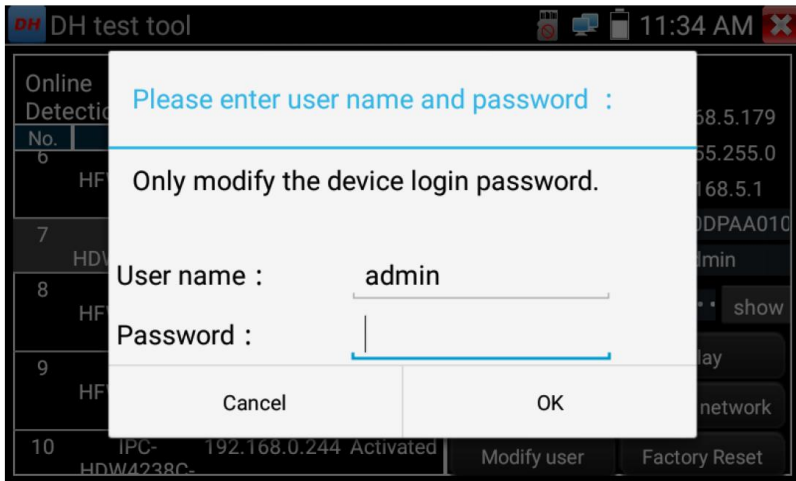

Рис. 126 Изменение имени пользователя и пароля
6. Для изменения имени пользователя и пароля используйте кнопку «Изменить пользовательскую информацию» (Modify user information). Вы можете задать новое имя пользователя и пароль для него, рис. 126